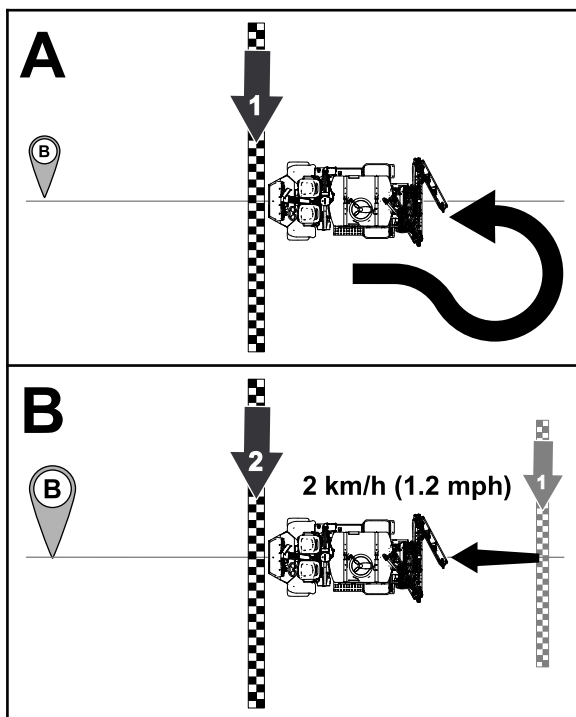

Figure 172
Faites demi-tour, alignez la machine sur la ligne guide des positions A et B sur la console de commande (Figure 172).
8. Avant d'atteindre le point B, réglez la vitesse de déplacement de la machine à 2 km/h (1,2 mi/h) et engagez le blocage de l'accélérateur de la machine (Figure 172).